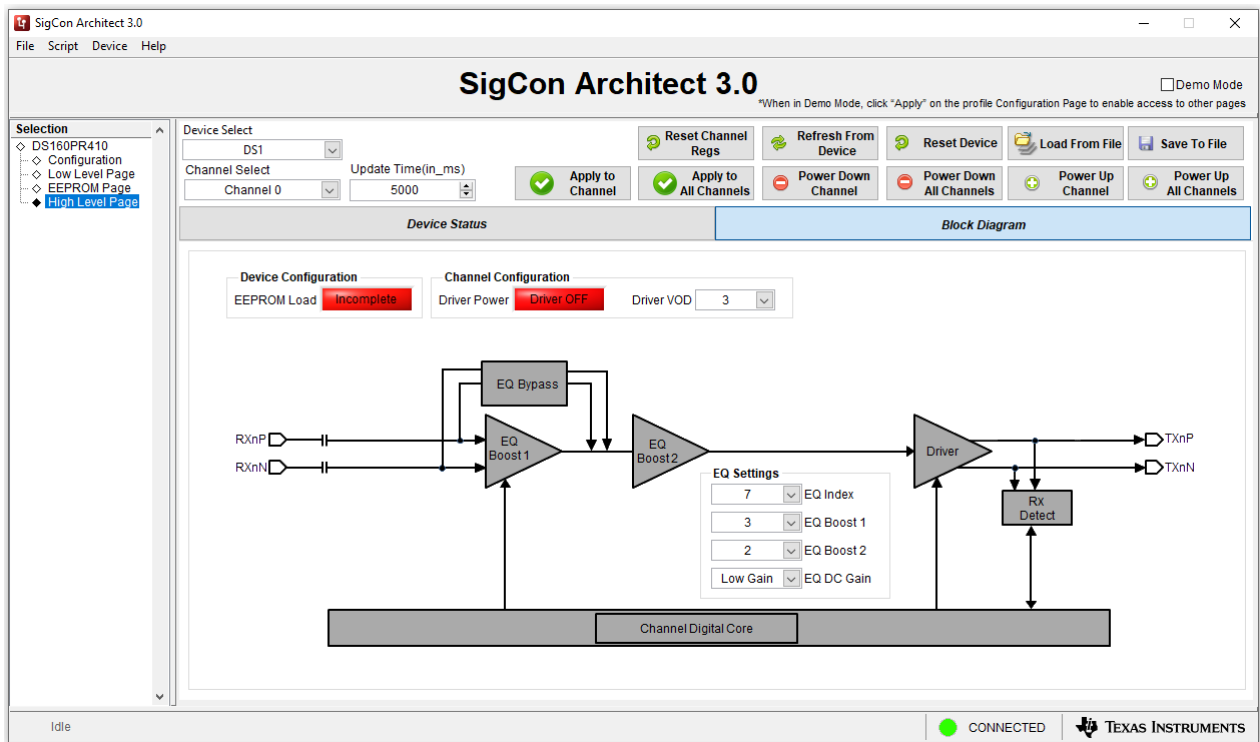

图 1-1. SigCon Architect DS160PR410 的 “High Level Page” (高电平页面)
1. 确定分流器处于以下默认位置，如 图 1-1 所示。
9. 在 DS160PR410 “High Level Page” (高电平页面) 上，选择“Block Diagram” (框图) ，如 图 1-1 所示。